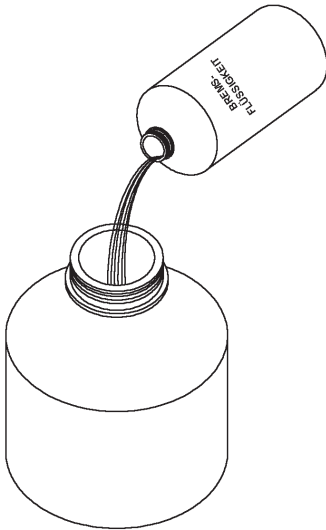

Abbildung 1
1. Den 40 Unzen (1200 ml) (die mit MVA6832 geliefert werden) Behälter mit vom Fahrzeughersteller empfohlener Bremsflüssigkeit zu einem Stand füllen, der höher liegt als der zu entlüftende Stand (Abbildung 1) und den Deckel anbringen. Oder den Deckel von einer neuen Standard 12 Unzen oder 32 Unzen Bremsflüssigkeitsflasche abnehmen und die Flasche auf die Adapterkappe der richtigen Größe aufschrauben (MVA6832).
1. Llene el depósito de 40 onzas (1200 ml) (incluidos con el MVA6832) con el fluido para frenos recomendado por el fabricante del vehículo, a un nivel que supere la cantidad de fluido que debe purgarse (Fig. 1), e instale la tapa. También puede quitar la tapa de una botella nueva estándar de 12 ó 32 onzas de fluido para frenos y rosque la tapa del adaptador de tamaño apropiado.